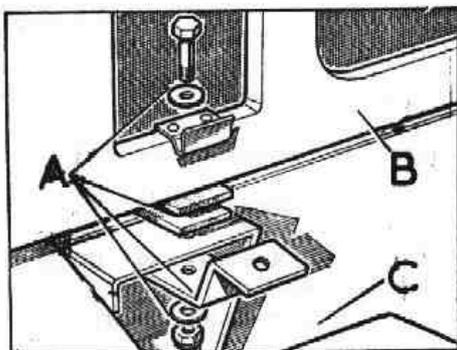

Fig. Q-9 Elementos de fijación de la calandra del radiador
- 1.13. Soltar los elementos de fijación, A (Fig. Q-9) de la calandra, B, a los soportes situados sobre el travesaño, C del bastidor.